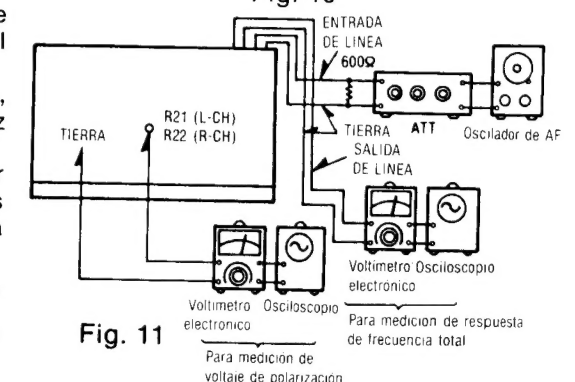

Fig. 11
1. Efectuar las conexiones tal como se muestra en la Fig. 11.